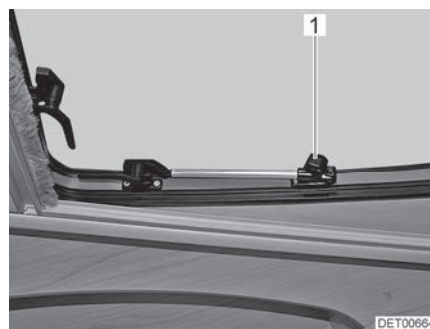

Bild 69 Takfönster med vridspärrar, öppen
- Det takfönstret öppnas till önskat läge och låses med den lettrade hylsan (Bild 69,1).
- Vrid den lettrade hylsan (Bild 69,1) tills låsningen släpper.